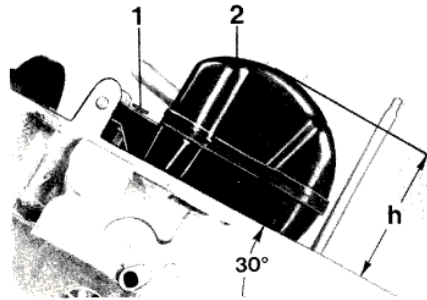

Bild 35
1. SCHWIMMER/NIVEAU(Bild 35, 36)